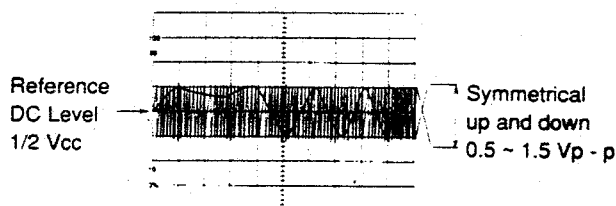

Figure 27-1
- *1 Adjust to obtain vertically symmetrical waveform (Fig. 27-1) with respect to reference DC level. The reference level is 1/2Vcc. (Amplitude of 0.5 to 1.5 Vpp)
*1 Agir dessus pour obtenir une forme d'onde verticalement symétrique (Fig. 27-1) conformément au niveau DC de référence(1/2 Vcc). L'amplitude entre 0,5 et 1,5 Vc-à-c.